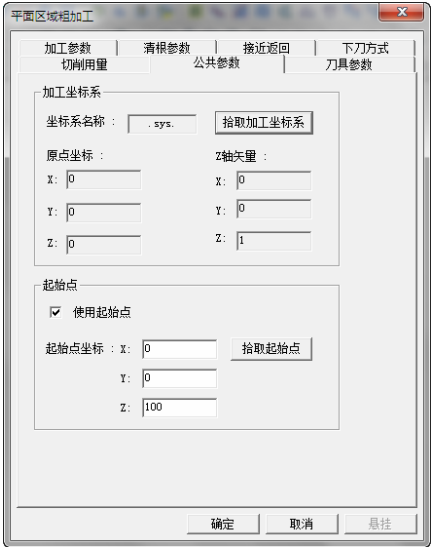

图 8-66 “公共参数”选项卡
6) 单击“公共参数”选项卡，勾选“使用起始点”，具体“起始点坐标”参数数值如图 8-66 所示。